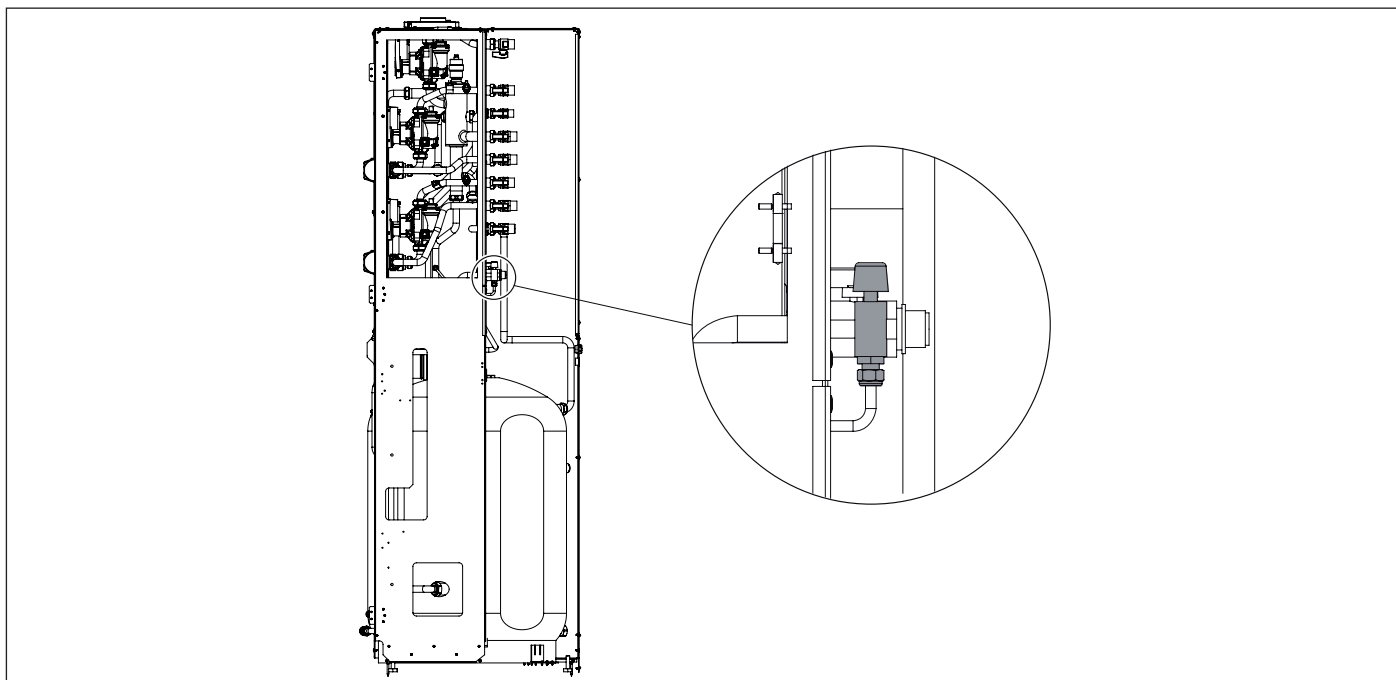

Fig. 2 Rubinetto di carico
Nel caso dovesse lampeggiare l'errore **E04** di blocco per pressione impianto insufficiente (che segnala l'intervento del pressostato acqua di sicurezza) provvedere al riempimento dell'impianto agendo sul rubinetto di carico in Fig. 2 Rubinetto di carico. L'errore **E04** viene visualizzato quando la pressione impianto scende sotto il valore di 0,4 bar e l'errore si resetta automaticamente quando la pressione dell'impianto raggiungerà la soglia di 1,0 bar. Il valore della pressione a caldaia fredda deve essere di  $1 \pm 1,3$  bar.
- ruotare la manopola del rubinetto di carico Fig. 2 Rubinetto di carico in senso antiorario per permettere l'ingresso dell'acqua in caldaia;